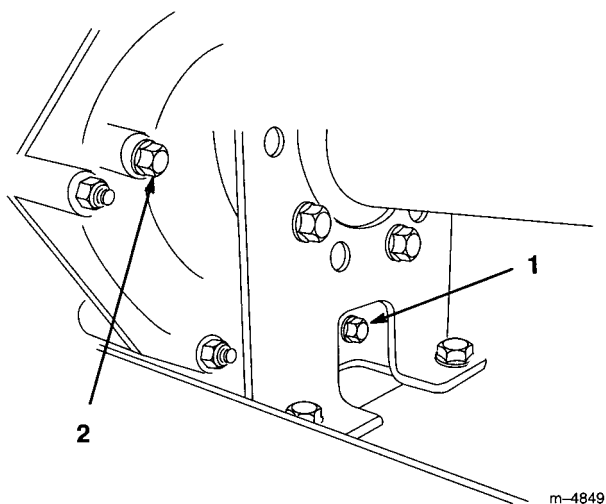

図 42
2. オイル槽の右側にあるドレンプラグ (図 42) を外してオイルを容器に受け、オイルが完全に抜けたらプラグを元通りに取り付ける。